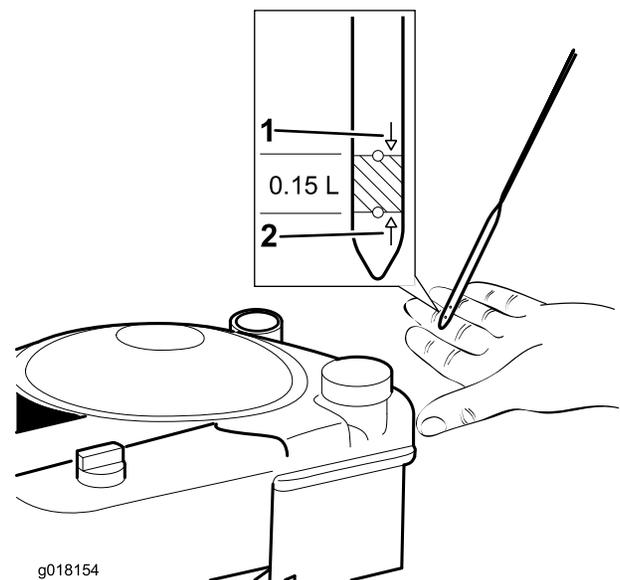

Bild 18
2. Nehmen Sie den Peilstab heraus und wischen Sie ihn mit einem sauberen Lappen ab (Bild 18).
4. Gießen Sie **langsam** Öl in den Einfüllstutzen; warten Sie für drei Minuten; prüfen Sie den Ölstand am Peilstab; wischen Sie den Peilstab ab und stecken ihn dann ganz in das Rohr (Bild 18) (Max. Füllmenge: 0,59 l der Sorte: Waschaktives SAE 30-Öl mit der Klassifizierung SF, SG, SH, SJ, SL oder höher durch das American Petroleum Institute (API).
5. Füllen Sie den Motor mit Öl, bis der Peilstab anzeigt, dass der Ölstand richtig ist, wie in Bild 18 dargestellt.